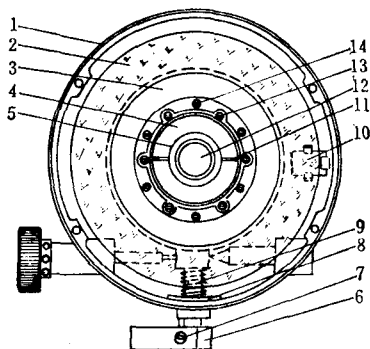
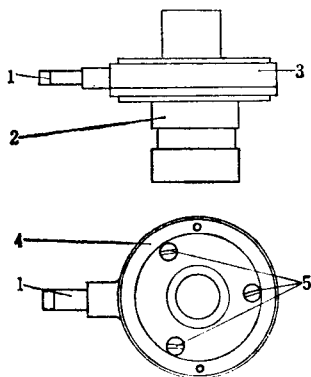

图 1-8 照准部轴套和水平度盘机构图
图 1-10 竖轴轴套和制动及微动架外形图
1) 为了便利以下的拆卸工作，要把水平度盘连盒装在基座(图1-2C之24)上。撬去照准部轴轴套(图1-8之5)
上端两个半圆形压环的连结钢丝圈(图1-8之11), 将两个半圆形压环(图1-8之4)取下, 并取下压环下面的两个垫圈(其中一个垫圈是有弹性的, 具有防止度盘上升或带动的作用)后, 就可以握住水平度盘(图1-8之2)边缘轻轻地将度盘座取出。取出的度盘座如图1-9所示。水平度盘表面的十二个螺丝是度盘压环和度盘座连接在套轴上的固连螺丝, 如无度盘偏心差校正设备时切不可拆动, 以免引起度盘产生偏心差。
3) 旋松照准部制动螺旋扳手的紧固螺丝(图1-8之7), 将扳手(图1-8之6)取下, 并旋去倒牙制动螺旋(图1-2C之16)。
4) 旋松扳手管制器的一个紧固螺丝(图1-2C之17), 将管制器旋下。此时, 即可将整个竖轴从度盘盒内取出, 并将防灰板(图1-8之8)和弹簧(图1-8之9)也取下。此项防灰板在安装时, 应注意将距孔较短的一边放在下面, 否则将使制动及微动架不能放平, 从而引起竖轴旋转紧涩。图1-10所示为取出的竖轴轴套和制动及微动架的外形。
5) 用两脚扳手旋去制动及微动架压环(图1-10之4),
将制动及微动环（图1-10之3）取出。